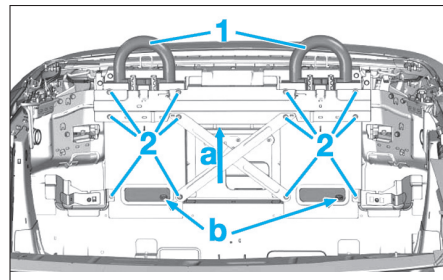

Fig. 36
- Déconnecter les connecteurs en "b" (Fig.36).